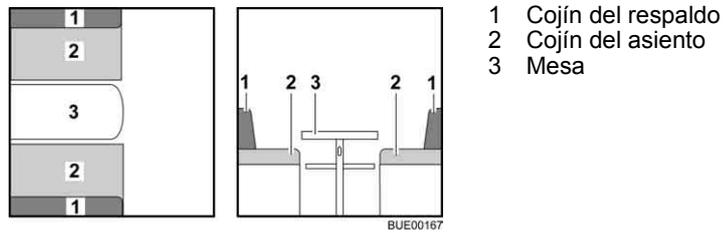

Fig. 90 Antes de la transformación
- Transformar la mesa (Fig. 90,3) en base de cama (véase apartado 6.12).